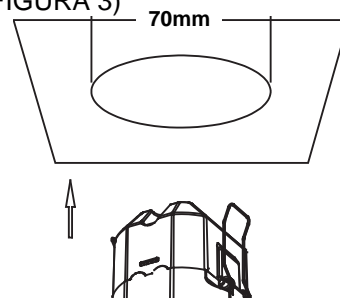

FIGURA 3
- (1) Desligar o quadro elétrico antes de proceder à instalação.
- (2) Para instalar o sensor, perfurar um círculo no tecto falso de 70 mm de diâmetro. Levantar as molas para cima para introduzir o aparelho no furo. (FIGURA 3)